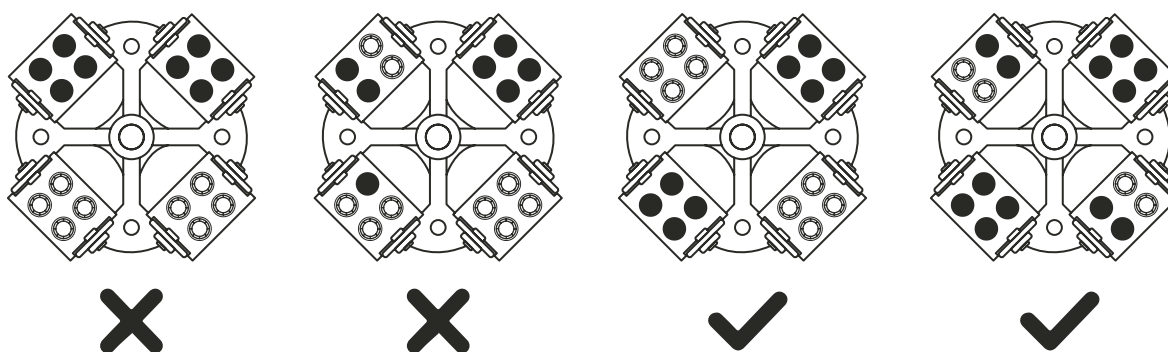

Figura 6. Definición de la colocación de las muestras en el rotor
- Coloque las muestras de tal forma que el espacio entre ellas sea la misma, de tal forma que queden colocadas de forma simétrica (Figura 6).